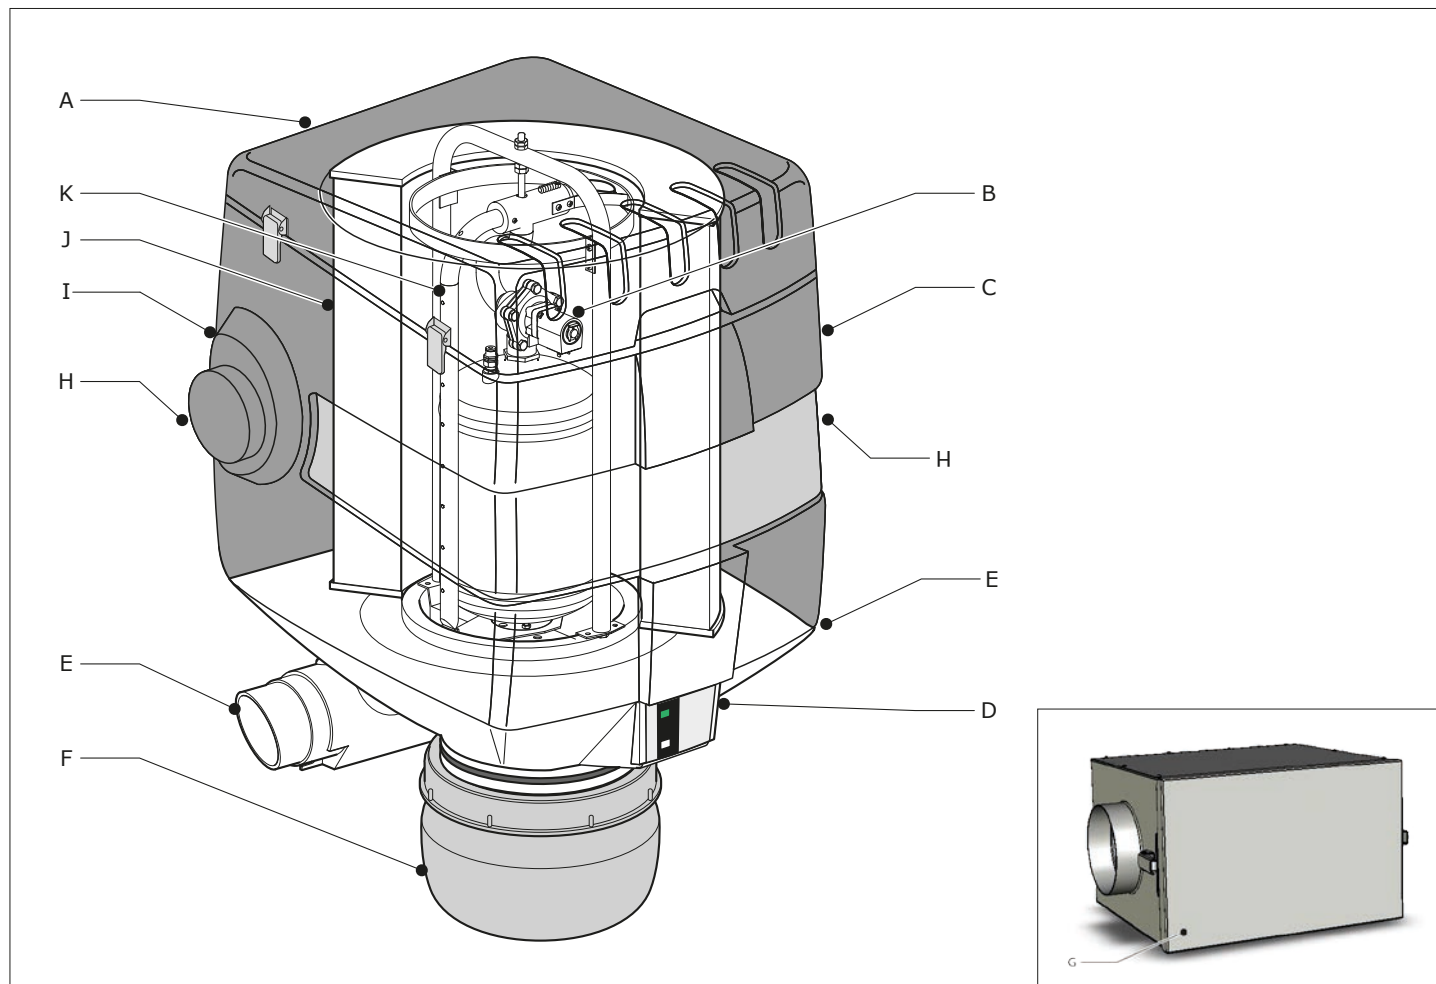

Fig. 3.1
Le filtre autonettoyant de fumées de soudure se compose des composants principaux suivant (voir Fig. 3.1) :
- Fig. 3.1 :
La fumée polluée est soufflée dans le filtre pour fumée de soudure à l'aide d'un ventilateur d'extraction externe, par un flexible à spirale ou un tuyau flexible, puis par la boîte de préfiltre (voir Fig. 3.1 G), où les particules les plus volumineuses et les étincelles sont séparées. L'air est ensuite épuré par le filtre (Fig. 3.1 J), dont la surface filtrante est de 30 m² (325 ft²) environ, les particules (à partir de 0,3 µm) étant pratiquement toutes retenues. L'air épuré quitte le filtre par l'(les) orifice(s) de sortie (Fig. 3.1 E) pour être acheminé, au choix, vers l'atelier ou vers l'extérieur. Au moment où le filtre se trouve fortement encrassé, - et par conséquent la capacité d'évacuation diminue fortement -, un commutateur différentiel de pression active le mécanisme de nettoyage à air comprimé RoboClean qui, à l'aide de coups d'air comprimé à pilotage sectionnel, nettoie ensuite le filtre à fond. Les particules de poussière et de saleté tombent à l'extérieur du filtre dans un tonneau à poussière en plastique (Fig. 3.1 F).